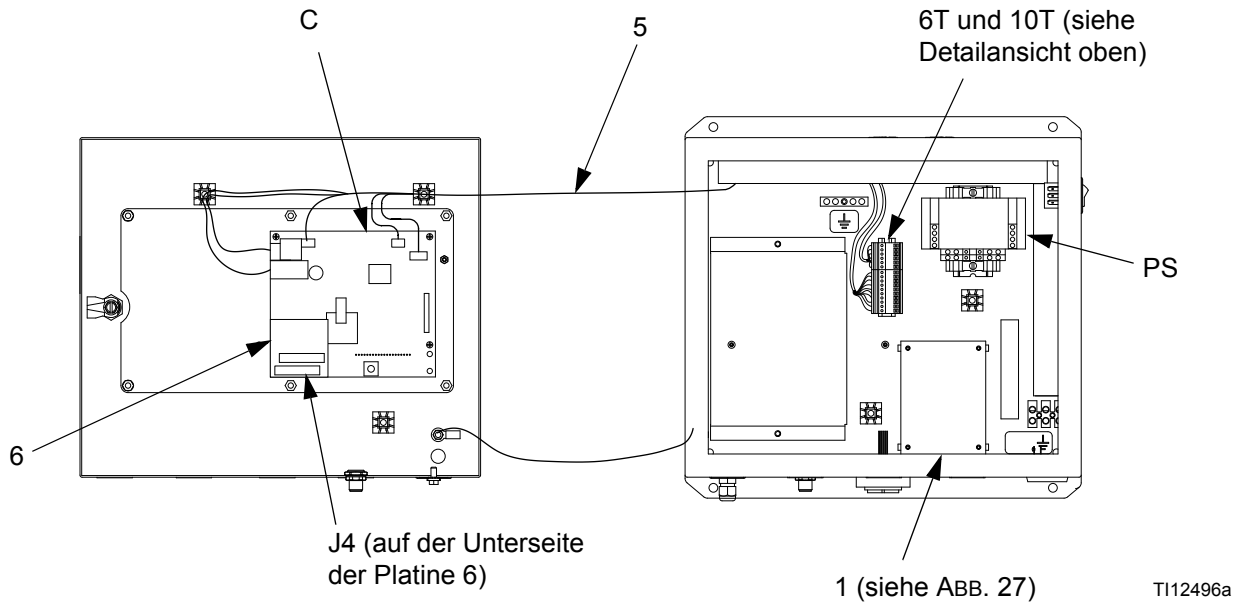

ABB. 26: EasyKey Steuerplatinen
- Machen Sie die Position der Display-Platine (C) aus. ABB. 26.
- Verbinden Sie Klemme J4 an der Unterseite der AutoKey-Platine (6) mit Anschluss J3 an der Display-Platine. Drücken Sie die Teile zusammen. ABB. 26.
- Sichern Sie die AutoKey-Platine (6) mit der Schraube (7).
Installieren Sie die diskrete E/A-Platine (1) an der in ABB. 26 dargestellten Stelle; nutzen Sie dazu die vier im Satz enthaltenen Platinenhalterungen (2). Der Aufbau der Platine ist in ABB. 27 dargestellt.
1. Installieren Sie die mitgelieferte DIN-Schiene auf der linken Seite des Netzteils, wie in ABB. 26 dargestellt; nutzen Sie dazu die zwei Schrauben (6-32 Zoll x 6 mm [1/4 Zoll]), die zusammen mit dem Kabelstrang (5) im Lieferumfang enthalten sind.
- a. Befestigen Sie die 6-Stift-Anschlussleiste (6T) und die 10-Stift-Anschlussleiste (10T) an der DIN-Schiene. Siehe ABB. 26.
- c. Führen Sie den Kabelstrang durch die Kabelführung der EasyKey-Display-Platine (C).